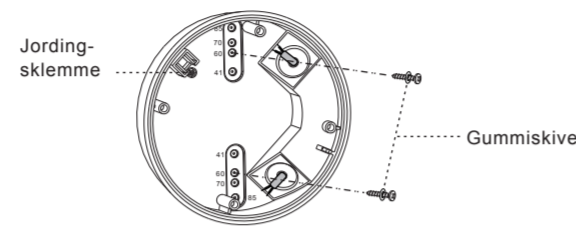

FIG.15
- 4.4.3.3 Velg passende blindplugg for å feste koblingsboksen på overflaten av takbordet med 2 stk treskruer festet med gummiskive (se FIG.15).